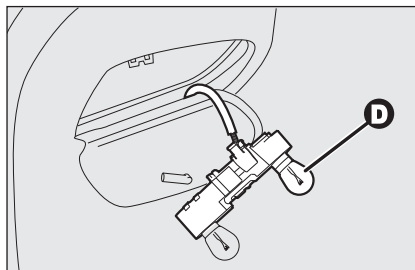

fig. 36
- ☐ rimuovere e sostituire la lampada interessata spingendola leggermente e ruotandola in senso antiorario **fig. 36**;